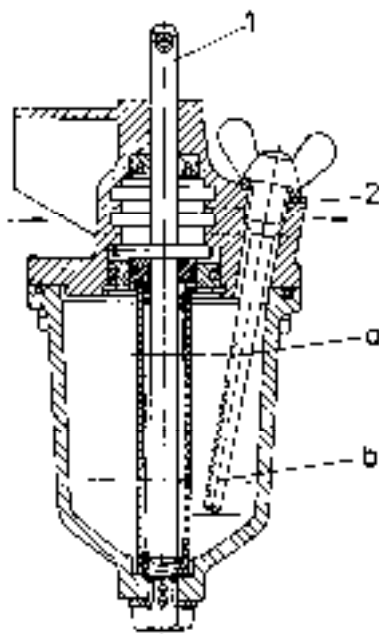

Рис. 5.20. Размораживатель
В зимний период необходимо каждую рабочую смену (каждый рабочий день) проверять уровень спирта в размораживателе с помощью мерного щупа (2, Рис. 5.20).
ВНИМАНИЕ! Щуп (2) выкручивать после выпуска воздуха из системы. Уровень спирта в размораживателе должен находиться между метками щупа «а» и «b» (Рис. 5.20).